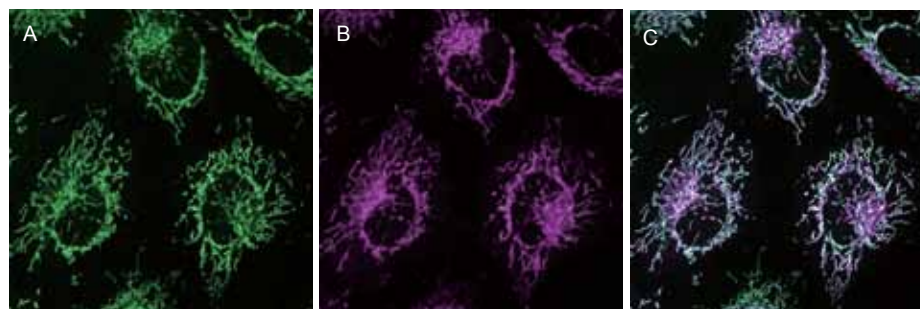

図 5 ミトコンドリア染色試薬との共染色
- 5) 無血清培地 200  $\mu$ l を添加した後、10 mmol/l となるように超純水で硫酸アンモニウム鉄 (II) 溶液を調製し、終濃度 100  $\mu$ mol/l となるように添加し混合した。
- 7) 細胞を共焦点レーザー顕微鏡で観察した(図 5)。